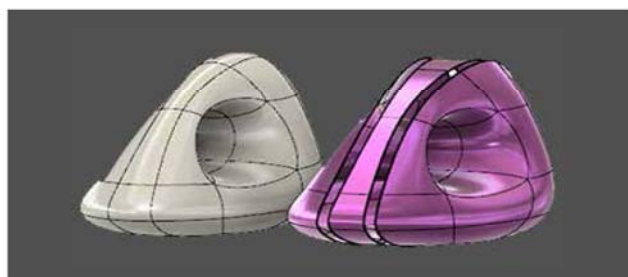

图 2-111
(9) **取消焊接边**: 断开边或回路连接 (见图 2-111)。选择边或双击选择回路, 按住 Ctrl 键 (Windows) 或 Command 键 (Mac) 选择多条边。